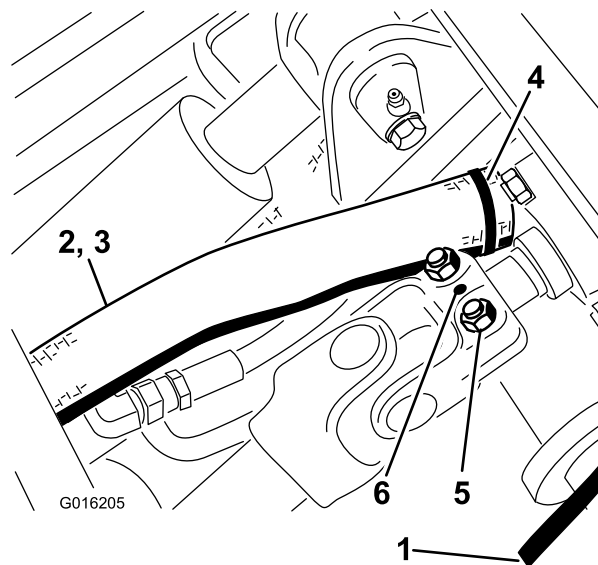

Figura 73
4. Rimuovete il perno a rullo e allentate i 2 bulloni che fissano l'albero di trasmissione all'albero della scatola degli ingranaggi (**Figura 73**). Fate scorrere l'albero di trasmissione via dall'albero della scatola degli ingranaggi.